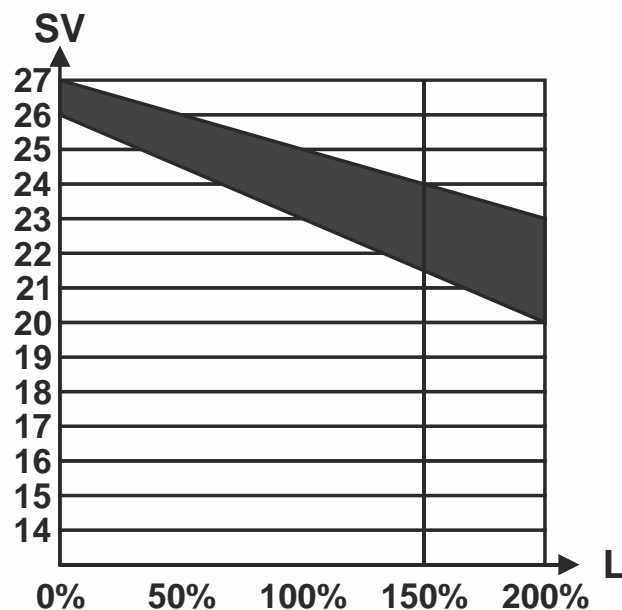

Abb. 5. Grenzwerte für den Spannungsausgang eines Transformators nach NEMA Klasse 2
Das bedeutet, zwischen Transformator und Controller gehen 4,28 V verloren. Um sicherzustellen, dass der Controller mindestens 20 V erhält, muss der Transformator mehr als 24 V ausgeben. Die Ausgangsspannung des Transformators ist von der Größe der angeschlossenen Last abhängig, ein größerer Transformator gibt also für eine vorgegebene Last eine höhere Spannung als ein kleiner Transformator aus. Abb. 5 zeigt diese Abhängigkeit der Spannung von der Last.
Im obigen Beispiel zum I x R-Verlust ist ein Standardtransformator mit 40 VA aufgrund des Leitungsverlustes nicht ausreichend, obwohl die Controller-Last nur 37 VA beträgt. Betrachtet man Abb. 5, liegt ein Transformator mit 40 VA unmittelbar unter 100 % Auslastung (für den Controller mit 37 VA) und hat eine Sekundärspannung von 22,9 V. (Verwenden Sie die untere Kante des schattierten Bereichs in Abb. 5, der die ungünstigsten Bedingungen darstellt.) Wenn der I x R-Verlust von 4,28 V abgezogen wird, erreichen nur 18,6 V den Controller. Dies ist keine ausreichende Spannung für den ordnungsgemäßen Betrieb. In dieser Situation gibt es drei Alternativen:
1. Verwendung eines größeren Transformators. Wenn beispielsweise ein Modell mit 80 VA verwendet wird, liefert eine Ausgabe von 24,4 V minus der 4,28 V Leitungsverlust 20,1 V an den Controller (siehe Abb. 5). Der Leitungsverlust von 4,28 V ist in diesem Beispiel akzeptabel, aber dennoch höher als empfohlen.
Um die NEMA-Standards (National Electrical Manufacturers Association) für Nordamerika zu erfüllen, muss ein Transformator innerhalb der NEMA-Grenzwerte liegen. Abb. 5 zeigt die erforderlichen Grenzwerte (Sekundärspannung = SV) bei verschiedenen Lasten (L).